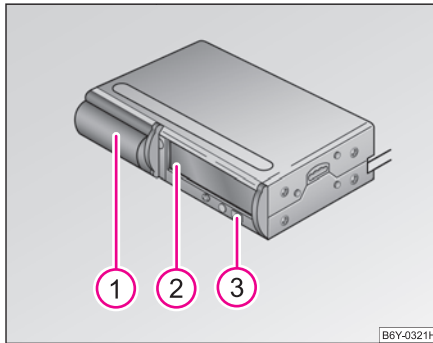

Fig. 129 Schimbătorul de CD-uri
- Împingeți complet încuietoarea ① ⇒ fig. 129.
- Apăsați tasta ③. Magazia ② va ieși automat.